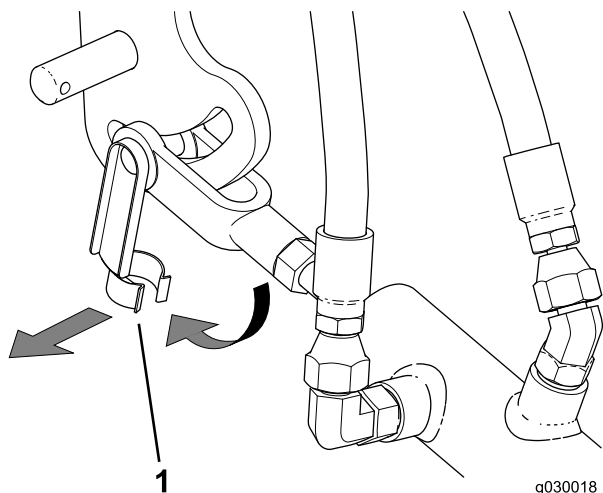

図 21
- ヨークを走行レバーに固定しているスプリングクレビスピンを外す図 21。